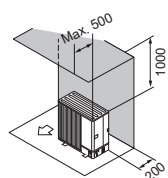

Fig. 2-10
- (2) Obstructions ou surfaces non dégagées à l'arrière et au-dessus uniquement (Fig. 2-10)